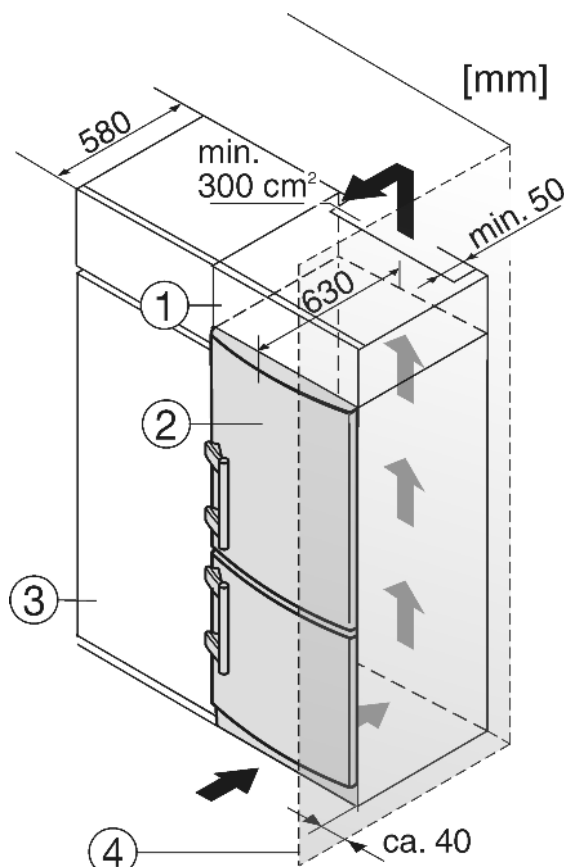

Fig. 13
(2) Устройство
(4) Стенка
Устройство может быть окружено предметами кухонной обстановки. Чтобы уравнивать устройство Fig. 13 (2) по высоте с кухонной стенкой, можно установить над устройством соответствующий дополнительный шкафчик Fig. 13 (1).
При комбинировании с обычными кухонными шкафами (глубина макс. 580 мм) устройство можно установить непосредственно рядом с кухонным шкафом Fig. 13 (3). Дверь устройства выступает по сторонам на 34 мм и по центру устройства на 50 мм относительно передней стенки кухонного шкафа. Поэтому ее можно свободно открывать и закрывать.
Если устройство установлено на шарнирах у стены Fig. 13 (4), то расстояние между устройством и стеной должно быть не менее 40 мм. Настолько выступает ручка при открытой дверце.